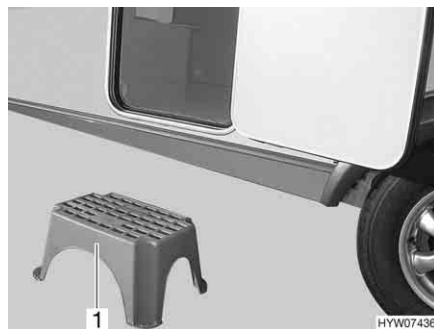

Fig. 20 Marchepied (amovible)
- Poser le marchepied (Fig. 20,1) devant l'entrée de la caravane.